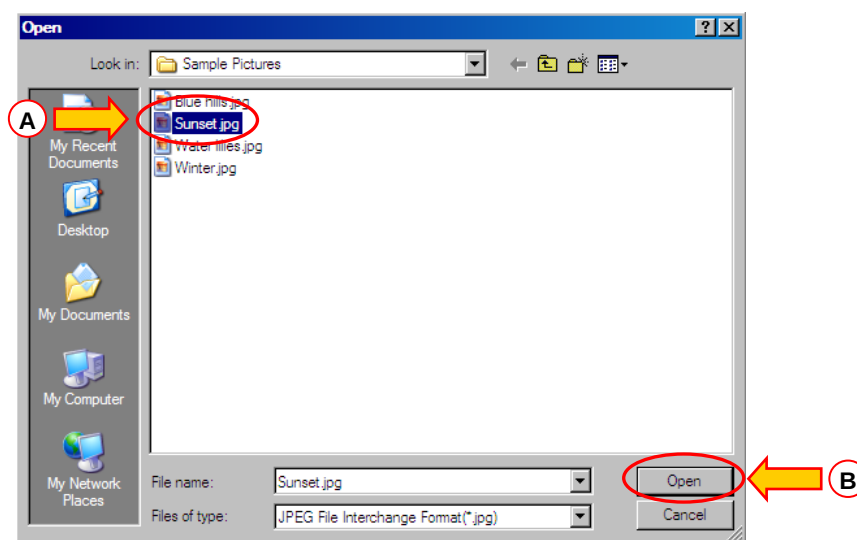

Fig 80
Il nome apparirà evidenziato (Fig 80 A).
- Cliccare il pulsante **OPEN** (Fig 80 B).